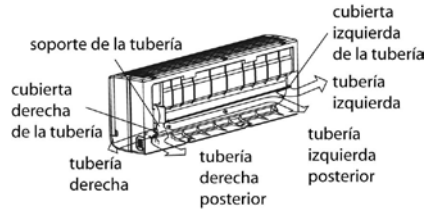

Ilustración 30
1. Para instalar la tubería con salida a la izquierda o la derecha, quite la cubierta de la tubería del panel lateral. Esta se debe guardar ya que puede ser utilizada cuando vuelva a instalar el acondicionador de aire en otro lugar. (Ilustración 30)